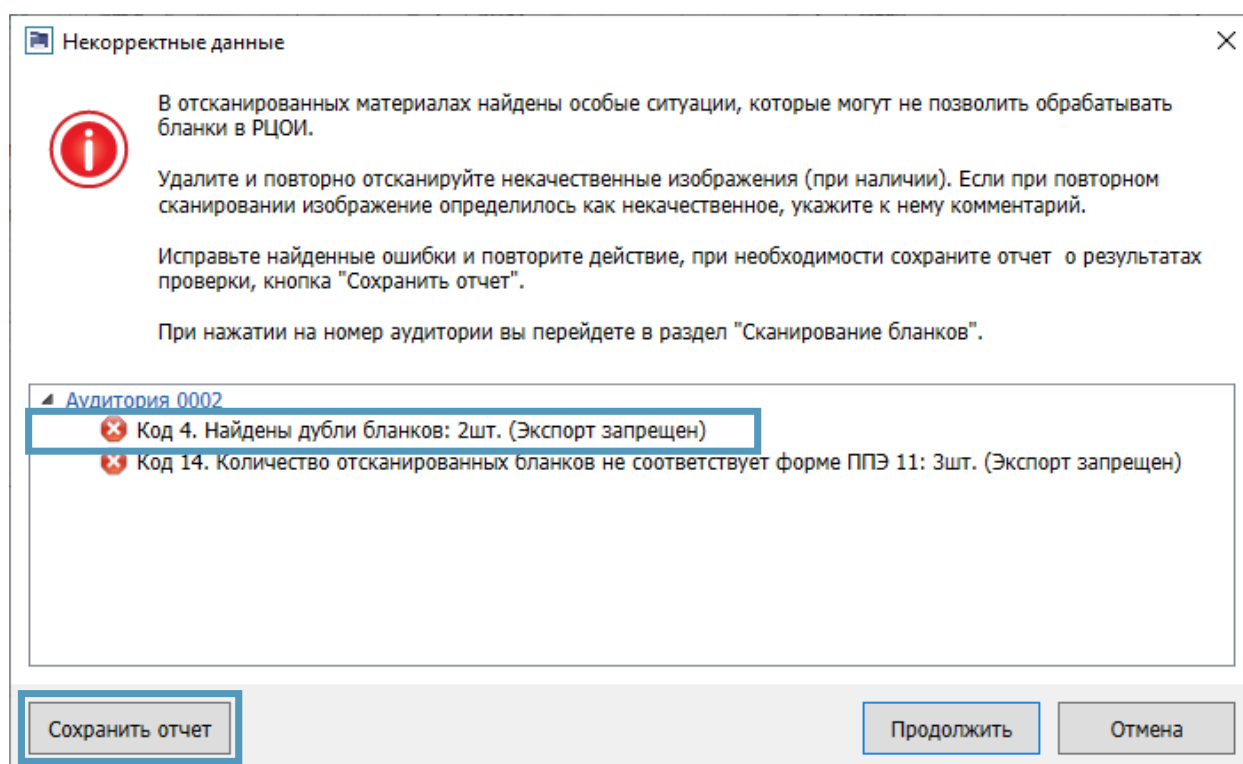

Рис. 3.52. Формирование отчета о нештатных ситуациях
- отчет с детальными сведениями о выявленных особых ситуациях - Рис. 3.52.